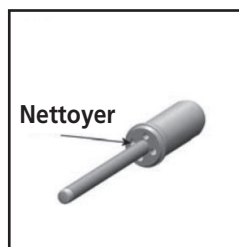

Fig. 21
- b. Les 4 trous du champignon doivent être propres. (Voir fig. 21)